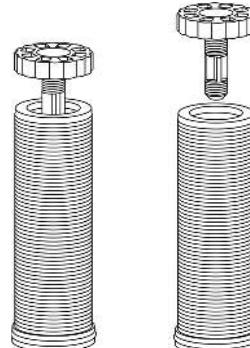

Рис. 2
- ослабьте крепление дисков картриджа, раскрутив первую резьбу крышки картриджа (рис. 2);